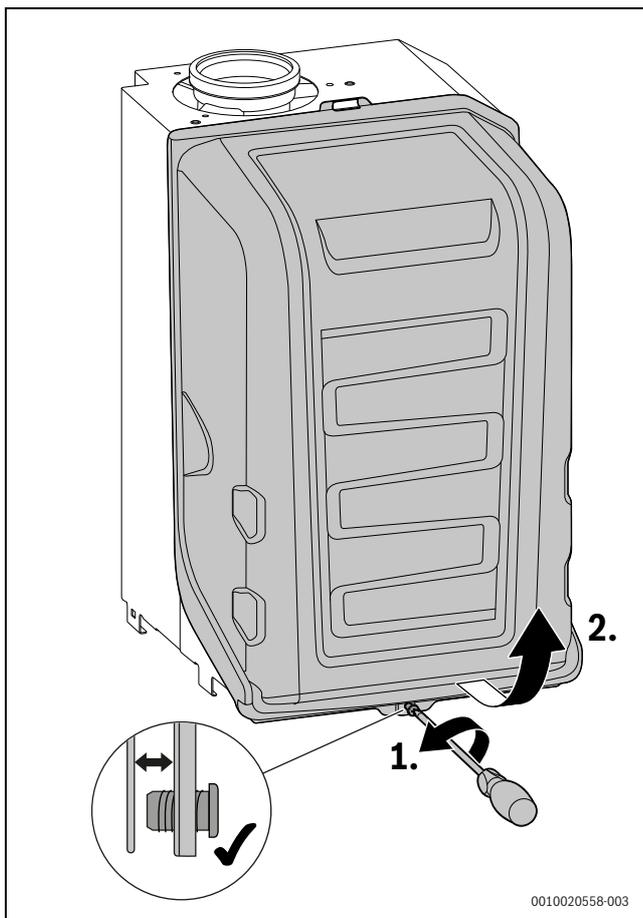

Fig. 96 Retirer le capot du brûleur
- ▶ Retirer le capot du brûleur (→ fig. 96, page 55).